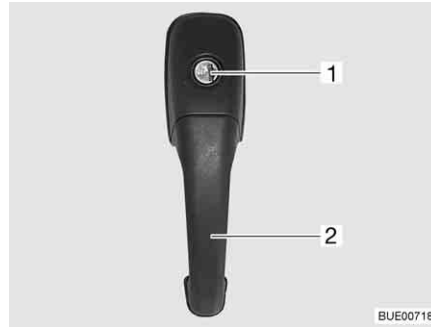

Fig. 39 Serrure de la porte cellule, à l'extérieur
- Insérer la clé dans le barillet (Fig. 39,1) et la tourner jusqu'à ce que la serrure de la porte soit déverrouillée.
- Tirer sur la poignée de la porte (Fig. 39,2). La porte est ouverte.
- Insérer la clé dans le barillet (Fig. 39,1) et la tourner jusqu'à ce que la serrure de la porte soit verrouillée.